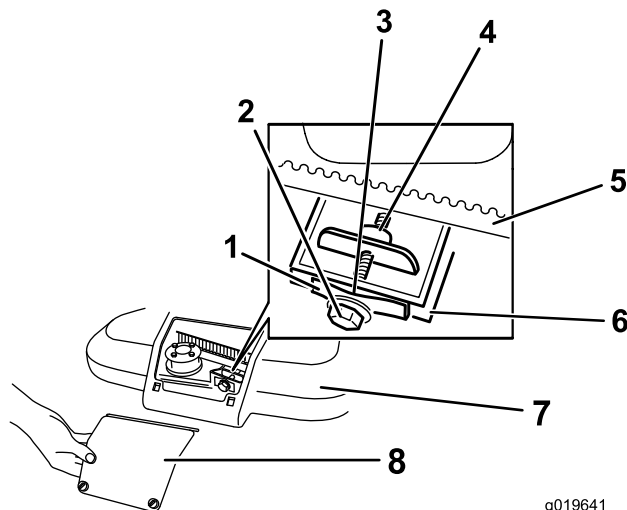

Bild 39
1. Lösen Sie die zwei Schrauben an der Riemenabdeckungsplatte und nehmen die Platte ab (Bild 39).
3. Halten Sie eine Fühlerlehre (0,26 mm), ein Papierstück oder einen Notizzettel gegen die Wand und schieben sie nach unten hinter die Riemenspannungsfeder (Bild 39).
**Hinweis:** Wenn ein sichtbarer Abstand zwischen der Fühlerlehre und der Feder besteht, ziehen Sie die Einstellschraube und Mutter an, bis das Papier fast nicht mehr in den Abstand eingeschoben oder herausgezogen werden kann (Bild 39).